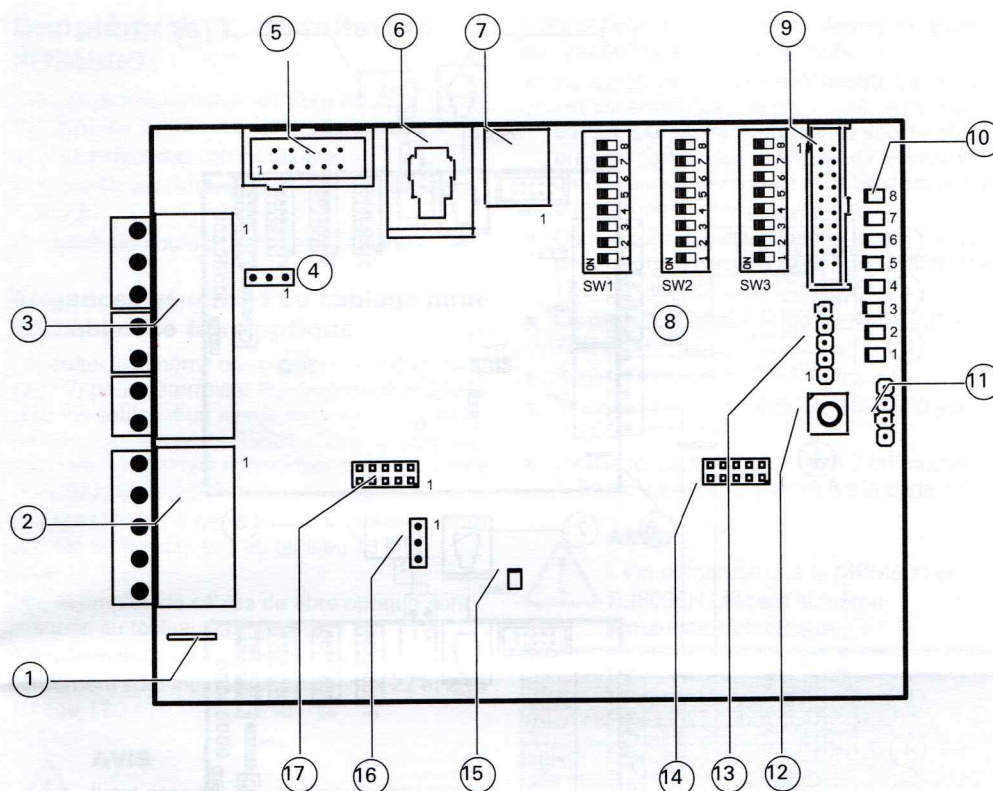

Fig. 4 : Interrupteurs, terminaux et en-têtes
- 4 Régler la configuration correcte des commutateurs et en-têtes (consulter la fig. 4 à la page 11 et les tableaux 3, 4, 5, 6, 8 et 11).